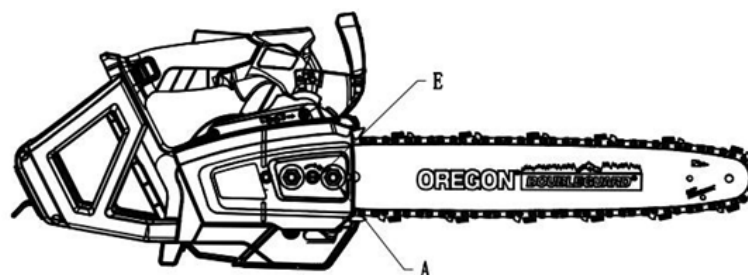

Fig 9
6. Tenere la punta della barra sollevata e ruotare il regolatore (E) in senso orario finché la catena non si adatta perfettamente alla parte inferiore della barra. Quindi serrare il dado del coperchio del pignone (A) per fissare il coperchio del pignone (Fig. 9).